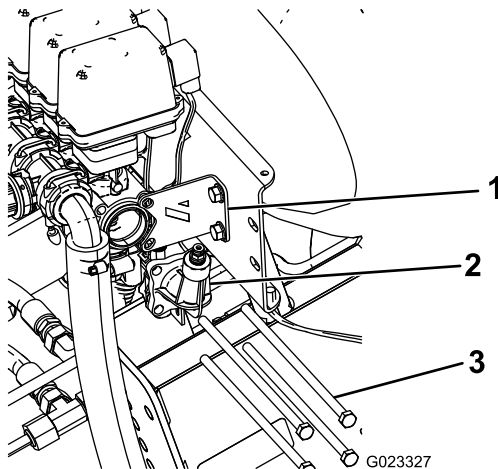

Figure 3
- Retirez les 4 tiges filetées qui fixent la prise de manomètre aux vannes de la rampe, et mettez-les au rebut (Figure 3). Conservez les rondelles plates et les écrous.
- Retirez et conservez les 2 boulons et écrous qui fixent le support de stabilisation au bloc de vannes (Figure 3).